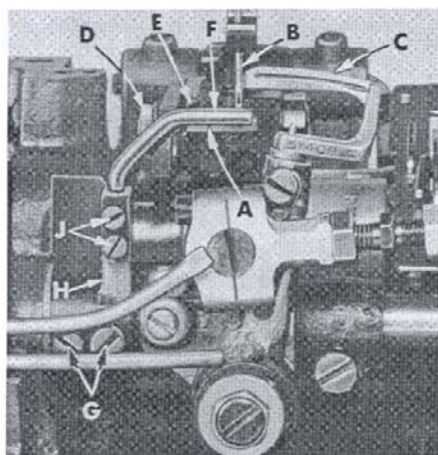

Fig. 11
Set the rear needle guard (A, Fig. 11) horizontally so that it barely contacts the rear of the needle (B) when at its most forward point of travel. It should be set as low as possible, yet have its guarding surface in contact with the looper (C), moving to the left, is even with the needle. To move needle guard forward or backward, merely loosen screw (D), move needle guard as required and retighten screw (D). To raise or lower the needle guard, loosen screw (D) and turn screw (E) clockwise to lower or counterclockwise to raise. Retighten screw (D) after guard is properly set.
Stellen Sie den hinteren Nadelanschlag (A, Fig. 11) horizontal so, daß dieser knapp den hinteren Teil der Nadel (B) berührt, wenn er am vordersten Punkt seiner Bewegung ist. Er sollte so niedrig wie möglich sein, jedoch sollte seine Oberfläche in Kontakt mit der Nadel sein, bis die Greiferspitze (C), die sich nach links bewegt, eben mit der Nadel ist. Um den Nadelanschlag nach vorne oder nach hinten zu bewegen, lösen Sie Schraube (D), bewegen Sie den Nadelanschlag nach Bedarf und ziehen Sie die Schraube (D) wieder an. Zum Höher- oder Tieferstellen des Nadelanschlags, lösen Sie Schraube (E) und drehen Sie die Schraube im Uhrzeigersinn zum Tieferstellen oder im Gegenuhrzeigersinn zum Höherstellen. Ziehen Sie die Schraube (D) wieder an nachdem der Nadelanschlag richtig eingestellt ist.
Set the front needle guard (F, Fig. 11) so that it barely contacts the needle (B) until the point of the looper (C), moving to the left, is just past the left side of the needle. The looper may brush, but not pick at the needle. The front needle guard should be set as low as possible to meet this condition yet not contact the rear needle guard or looper at any time. To move needle guard forward or rearward, loosen screws (G), rotate needle guard holder (D) as required and retighten screws (G). To raise, lower or rotate needle guard, loosen screws (J), reposition as necessary and retighten screws after guard is properly set.
Stellen Sie den vorderen Nadelanschlag (F, Fig. 11) so ein, daß er knapp die Nadel (B) berührt bis die Greiferspitze (C) bei ihrer Linksbewegung gerade links an der Nadel vorbei ist. Der Greifer kann die Nadel leicht berühren jedoch nicht anstoßen. Der vordere Nadelanschlag sollte so niedrig wie möglich eingestellt sein, um die Voraussetzungen zu erfüllen jedoch zu keiner Zeit den hinteren Nadelanschlag oder Greifer berühren. Um die Nadelanschlag nach vorne oder hinten zu verschieben, lösen Sie die Schrauben (G), drehen Sie den Halter für Nadelanschlag (D) wie erforderlich und ziehen Sie die Schrauben (G) wieder an. Um den Nadelanschlag zu erhöhen, zu senken oder zu drehen lösen Sie die Schrauben (J), stellen Sie ihn nach Bedarf ein und ziehen Sie die Schrauben nach korrekter Einstellung wieder an.